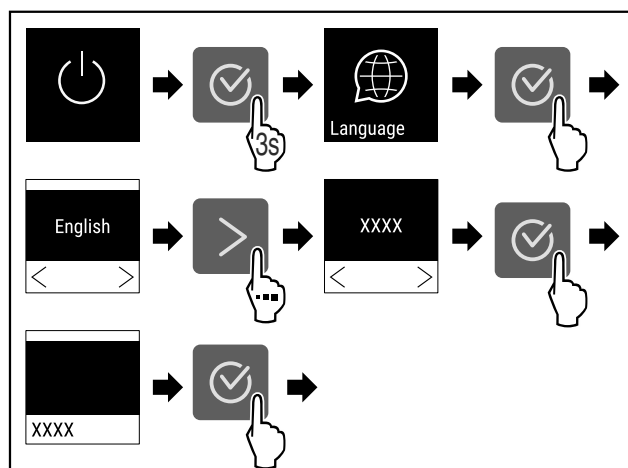

Fig. 52
- Handlungsschritte (siehe Fig. 52) durchführen.